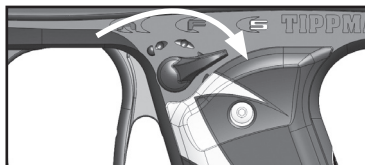

Figura 1: El boton selector esta en seguro
**En posicion de Seguro: mueva el boton selector hasta que indicador apunte sobre la “S” como se muestra en la Figura 1.**